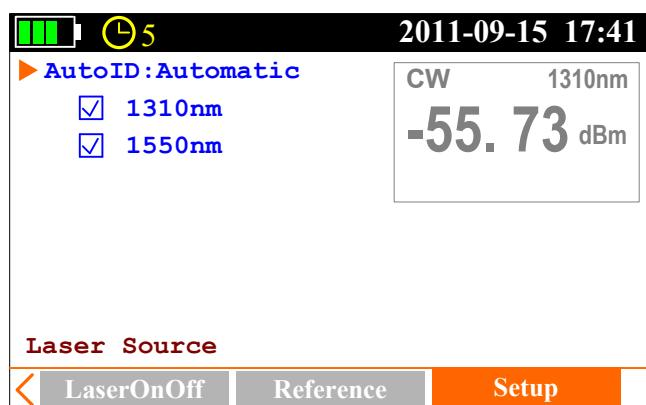

Figura 3.7
- Prese y A la interfaz [Configuración], consulte la Figura 3.7.